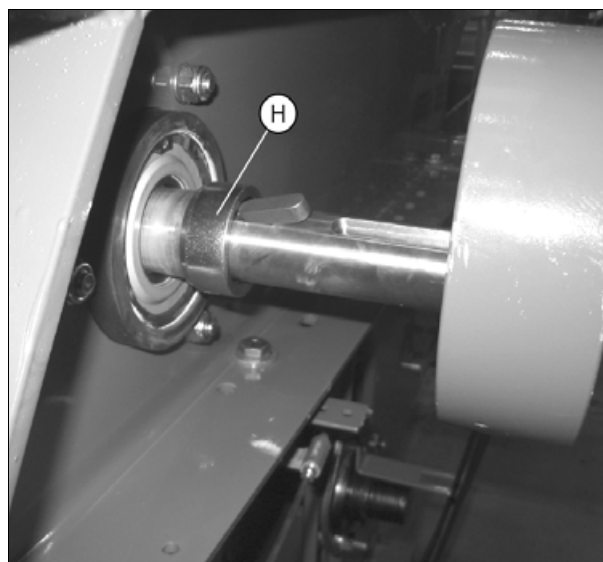

Рис. 5.
- С левой стороны установите распорное кольцо (H) (рис. 5) между внутренним подшипником и эксцентриком. Между эксцентриком и шкивом ременной передачи установите распорное кольцо (K) и крепежные элементы (L), см. §18.7.1, страница 629.